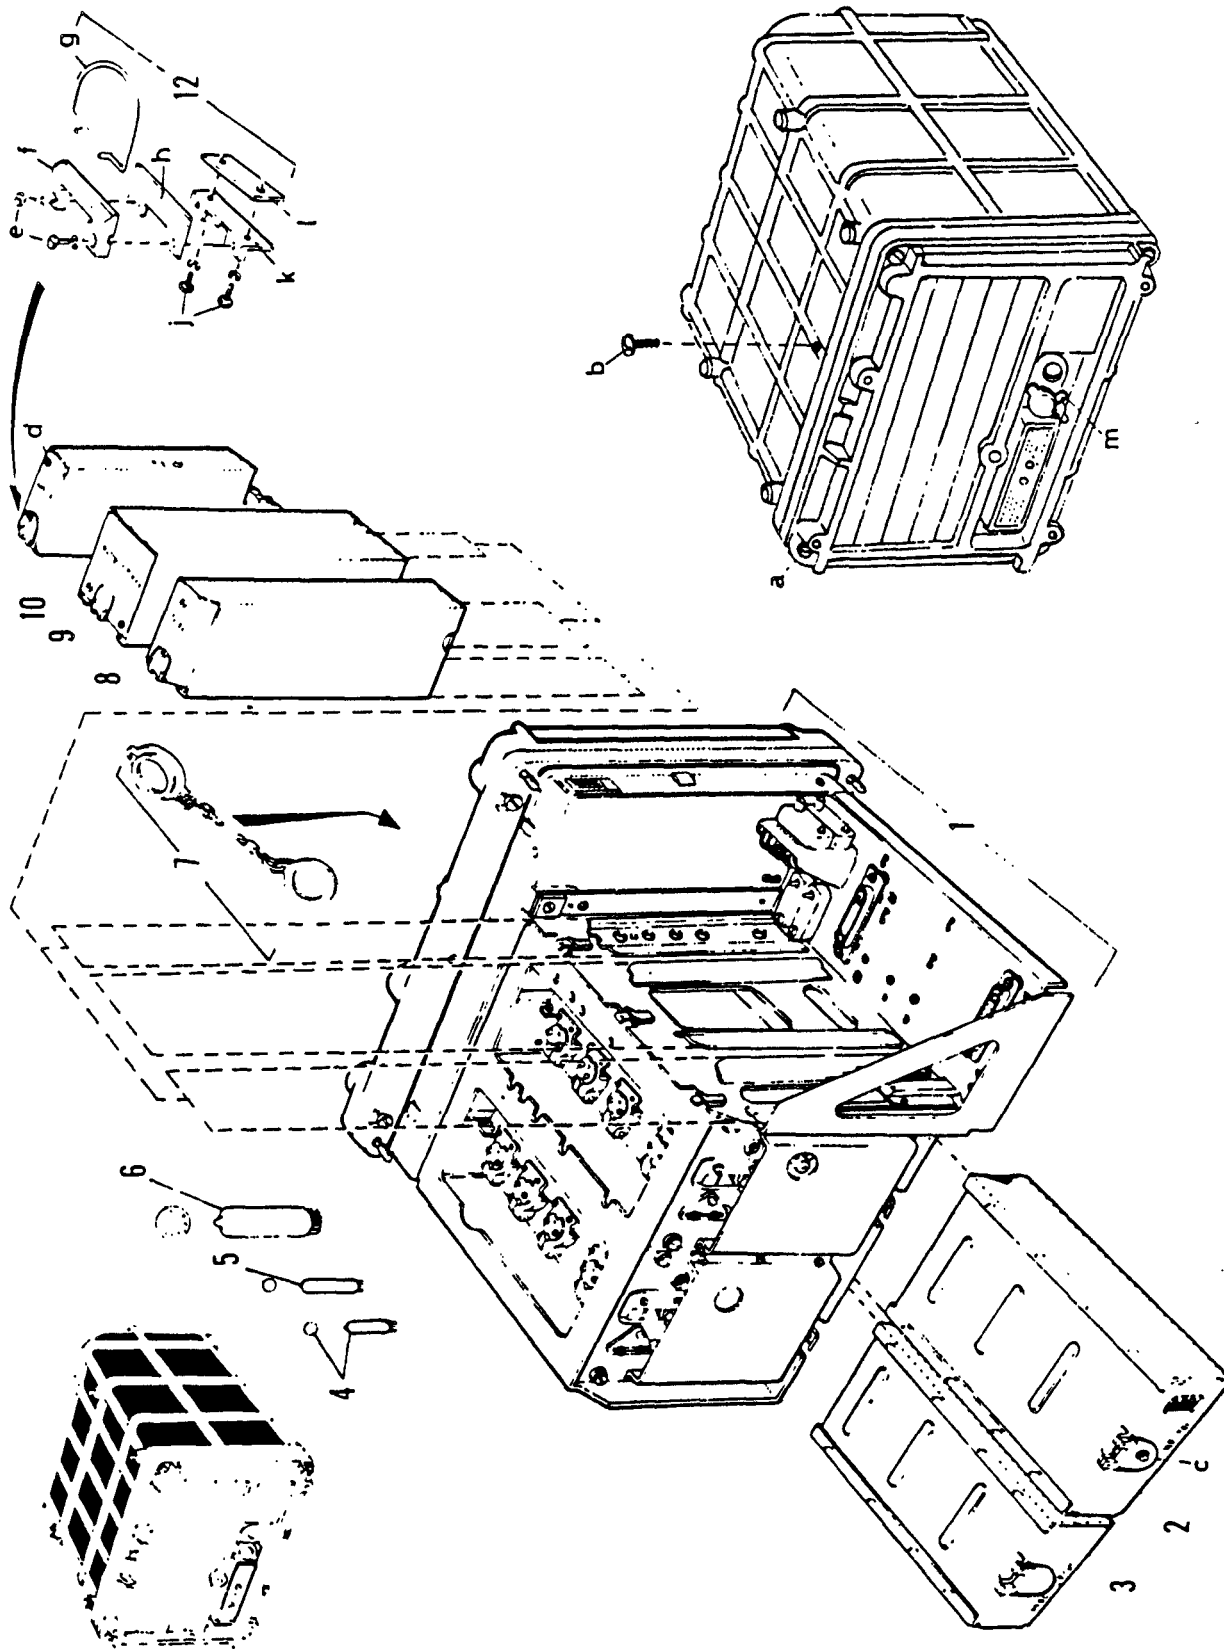

Bild 25. Sender - Empfänger - Bauteilgruppe
4.4.2. Sender-Empfänger-Bauteilgruppe (Bild 25)
4.4.2.1. NF-Teil (Verstärkermodul, Niederfrequenz) (Bild 25/2)
4.4.2.2. Mod.-Verst. (Verstärker und Tongeneratormodul) (Bild 25/3)
4.4.2.3. ZF-Teil (Verstärkermodul, Zwischenfrequenz) (Bild 25/8)
4.4.2.4. Frequ.-Aufb. (Frequenzaufbereitungsmodul) (Bild 25/9)
4.4.2.5. E.-Stv. (Verstärker und Stromversorgungsmodul) (Bild 25/10)
4.4.2.6. Verriegelungsteile (Bild 25/12)